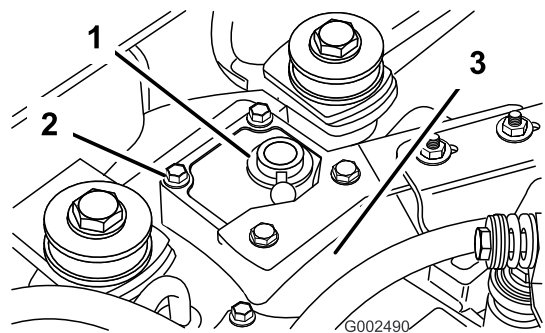

Bild 5
- Nehmen Sie die vier Schrauben ab, mit denen die Abdeckung oben am Hinterachsengehäuse befestigt ist (Bild 5).